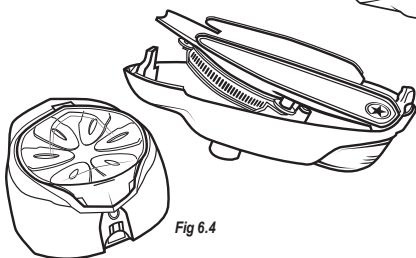

Fig 6.4
4. Saisissez le plateau par les côtés et tirez-le hors de la coquille inférieure (Fig. 6.4).